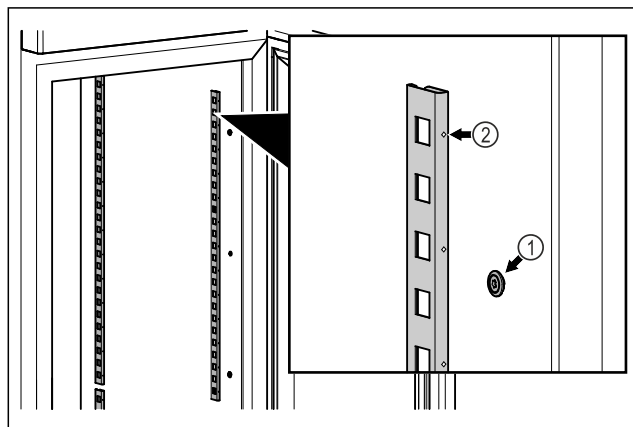

Fig. 54 Beispielhafte Darstellung
▶ Rastenleisten in Aufhängung Fig. 54 (1) einhaken. Markierung Fig. 54 (2) muss nach vorne zeigen.